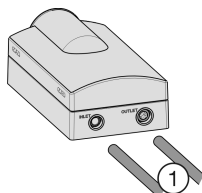

Fig. 37
- Introduzca los tubos flexibles *Fig. 37 (1)* hasta el tope (equivalente a la marca) en el módulo del filtro de agua superando la resistencia existente.